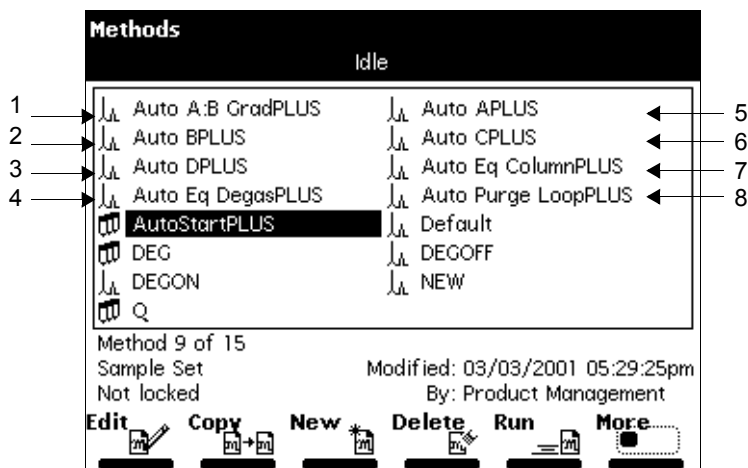

图 3-24 已选择 AutoStartPLUS 的方法屏幕
- 八种 AutoStartPLUS 分离方法，如图 3-24 所示。